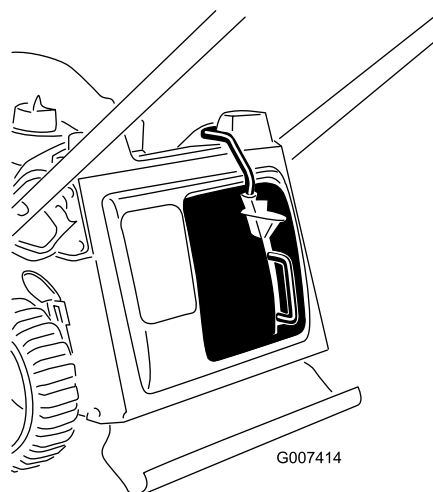

Figure 10
3. Relâchez le bouton sur le levier et vérifiez que le haut du levier est bien au fond du logement du contacteur (Figure 10). **La machine ne pourra pas démarrer si le levier ne se trouve pas dans le logement du contacteur.**